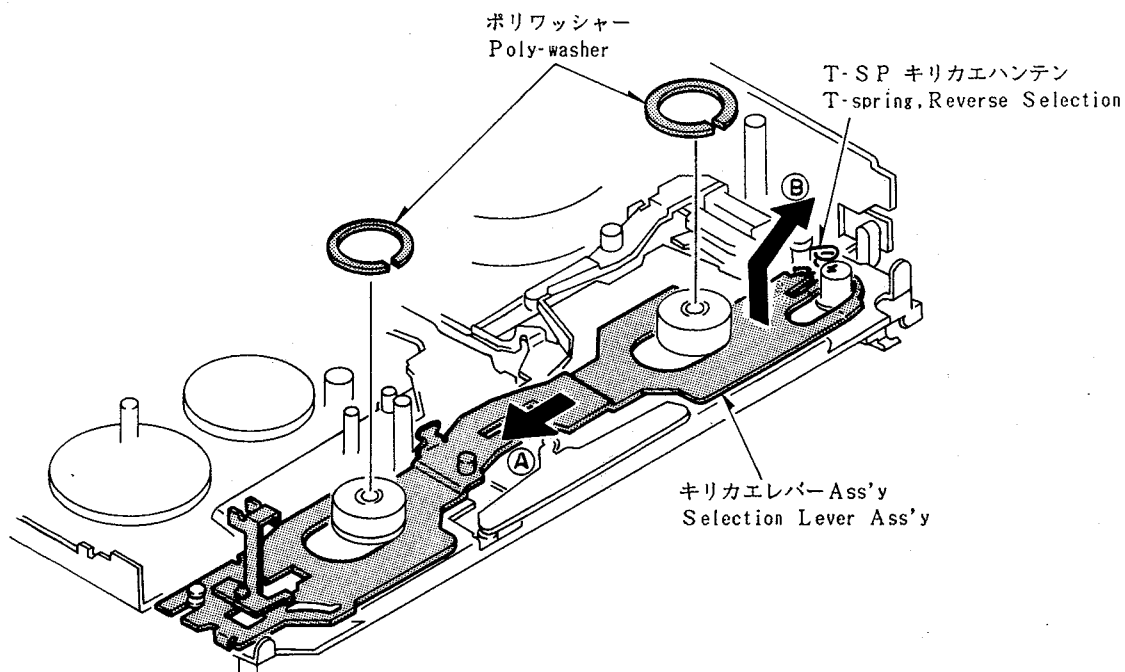

Fig. 8
- 2) キリカエレバー Ass'y を矢印 ① 方向に寄せ矢印 ② 方向にはずす。この時矢印 C 部分を曲げない様に注意すること。(Fig. 8, 9 参照)
- 2) Move the Selection Lever ass'y in the direction of arrow ① and detach it in the direction of arrow ②.
* When detaching it, take care not to bend the portion C. (See Fig. 8 & 9)